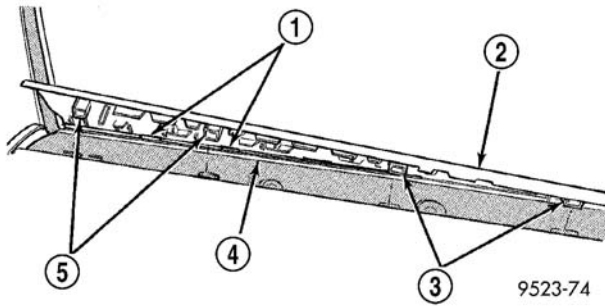

图 14 滑动门门槛板
- (1) 断开夹住门槛板与滑动门开口门槛的暗夹。
- (2) 断开固定门槛板外缘与车门门槛的钩子（图 14）。
- (3) 从车上拆下门槛板。